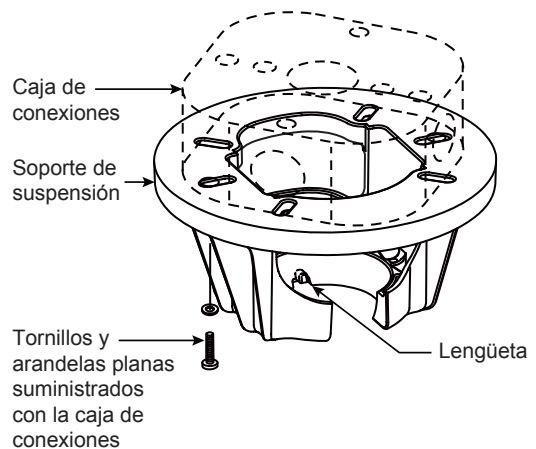

Figura 3
Uso del soporte (Figura 3)
3. Afloje los dos tornillos de fijación del soporte del barral de soporte para techo a través de la varilla. Introduzca los cables a través de la varilla. (Figura 3)
1. Fije bien el soporte de suspensión a la caja de conexiones con los tornillos y las arandelas planas suministrados con la misma. (Figura 3)
NOTA: Se deben pasar los tornillos de la caja de conexiones a través de los orificios que se encuentran en el soporte de suspensión. (Figura 3)
3. Con cuidado, levante el ventilador y apoye la unidad del barral/de la semiesfera en el soporte de suspensión que acaba de fijar a la caja de conexiones. (Figura 4) Asegúrese de que la ranura en la semiesfera esté alineada con el reborde del soporte de suspensión. (Figura 3)
2. Deslice el receptor en el soporte de suspensión antes de realizar el cableado como se muestra en la figura 3.